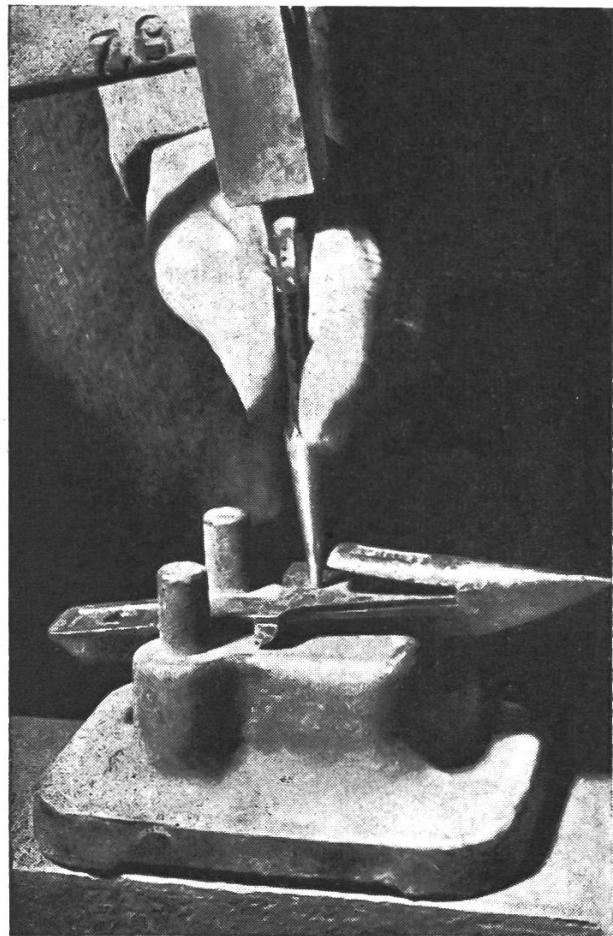

Abb. 4
b) Finger losschrauben und mittels Schmiegelscheibe auf den Schnittwinkel von 30° nachschärfen, oder Gegenschneiden ersetzen (siehe Abb. 4 und 5).